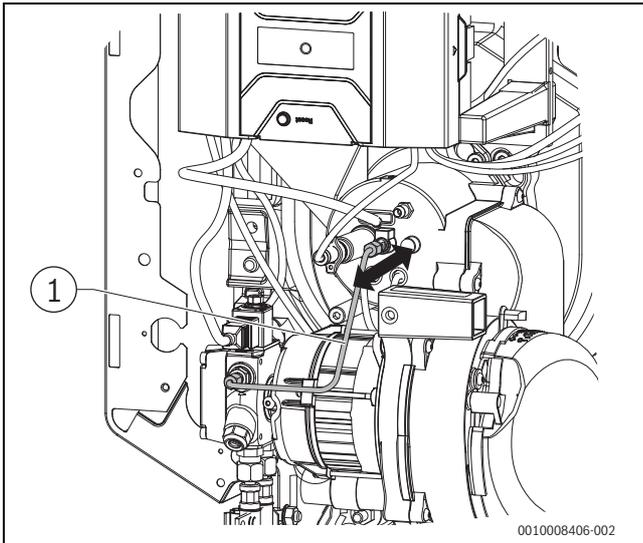

Bild 45 Korrekten Sitz des Mischsystems prüfen (dargestellt: 18-49 kW)
- ▶ Ölzuleitung (→Bild 45, [1]) etwa 5 mm herausziehen.